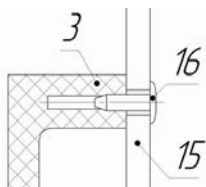
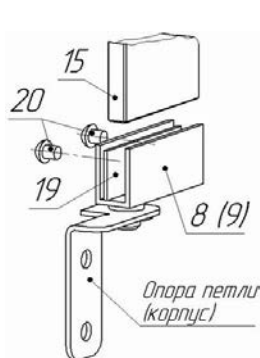
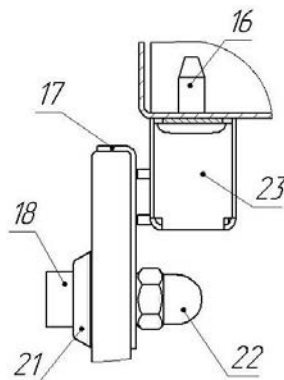

Рис. 2. Схема установки ручки.
Рис. 3. Схема установки петли.
Рис. 4. Схема установки накладки.
2.2. Установите шампуры 6 и 7. Установите на стеклянные двери 15 ручки 3 при помощи саморезов 16 (рис. 2); металлические накладки 17 закрепите при помощи винтов 18 с шайбами 21 и гайками 22 (рис. 4). Затем стекла 15 закрепите в петлях 8 и 9 (рис. 3) посредством винтов 20 и металлических прокладок 19 (40x15), выровняв стекла горизонтально. При необходимости выровняйте магнитные защелки 23 таким образом, чтобы их контакт с накладками 17 осуществлялся по всей поверхности магнитных пластин. Для этого ослабьте саморезы 16 (рис. 4), выровняйте магнитные защелки 23 и снова заверните саморезы.